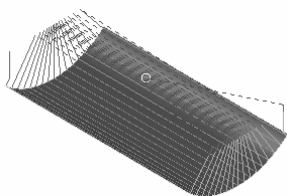

图 2-302 生成的刀具路径
5) 在“平行精加工”对话框中单击“计算”按钮和“接受”按钮, 确定参数并退出对话框, 生成的刀具路径如图 2-302 所示。
(7) 朝向曲线